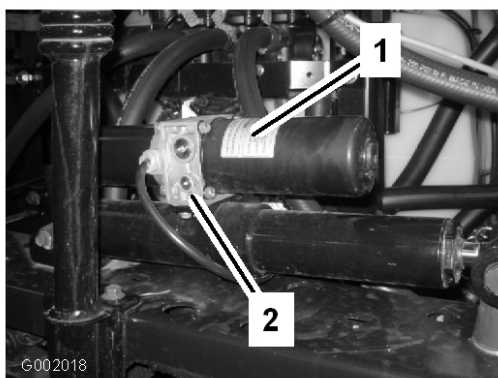

Figura 71
1. La valvola di sicurezza manuale è situata sull'attuatore di ogni braccio. La valvola di sicurezza manuale è la valvola più piccola, che si trova solo su un lato del corpo dell'attuatore (Figura 71).